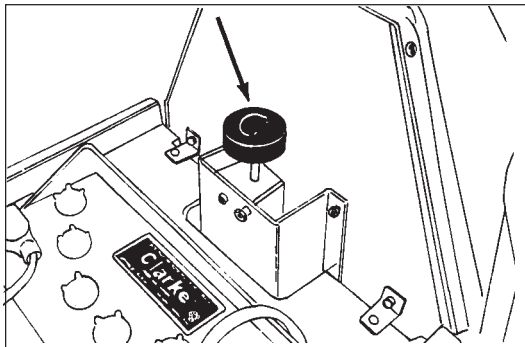

Figure 28
2. Turn the pad pressure knob (figure 28) clockwise to increase pad pressure and counter clockwise to decrease pad pressure. Use the pad pressure gauge to determine the best setting. The needle should stay in the green area.
2. Tournez le bouton de réglage de la pression (figure 28) dans le sens **horlogique** pour **augmenter** la pression et dans le sens **antihorlogique** pour **diminuer** la pression. Pour déterminer le meilleur réglage, consultez l'indicateur de pression du disque: l'aiguille doit toujours rester dans la zone verte.